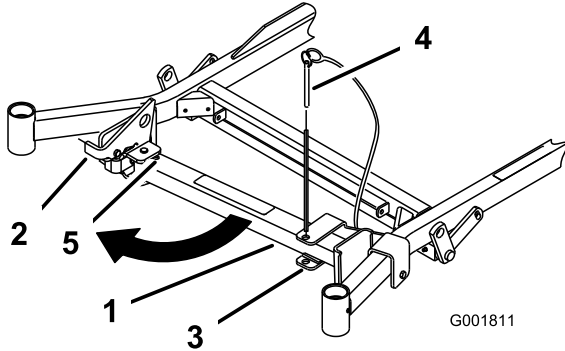
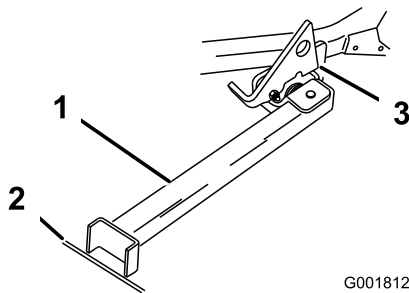

Figure 47
Figure 48
2. Retirez la goupille du support (Figure 47).
4. Dépliez le pied du support et poussez le support vers la machine en l'engageant dans le bas de la fente (Figure 47 et Figure 48).
5. Posez le pied du support sur le sol et appuyez le verrou sur la languette de pivot (Figure 48).
**Remarque:** Pour obtenir des résultats optimaux, placez le pied du support dans des fissures du trottoir ou dans la pelouse (Figure 48).
7. Conduisez la machine sur le support. Arrêtez-vous quand le verrou retombe sur la languette en position verrouillée (Figure 48).
5. Ramenez le support à sa position de repos (Figure 47).